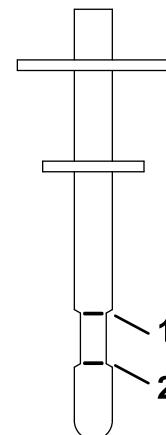

図 62
- レベルゲージをフィラーネックに差し込み、取り外して液面レベルをチェックする(図 62)。